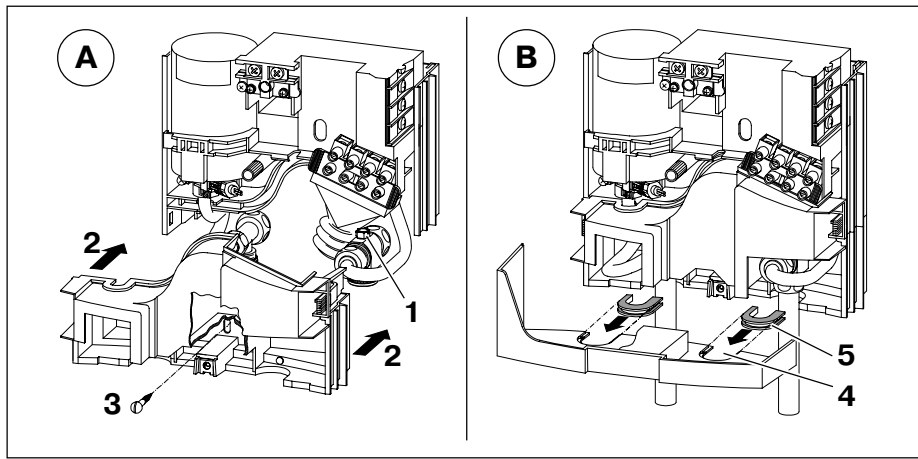

Рис. 21
- Использовать прилагаемые к прибору направляющие детали (см. также рис. 21 В, поз. 5).
(рис. 21 А)
⚠ При надштукатурном подводе воды аккуратно выломать отверстия в колпаке прибора в соответствии с рис. 21 В, поз. 4 или использовать пилку. В отверстия должны быть введены прилагаемые к прибору ведущие детали (поз. 5).